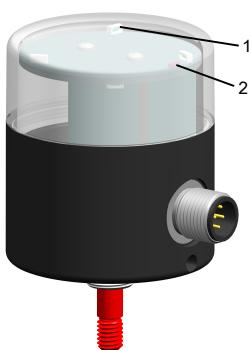

Abb. 7: Weitsicht-LED (1) / Magnetsensor zur Initialisierung vor Ort (2)
- **Vor Ort mit Programmiermagnet:** Programmiermagnet für mindestens 2 s an den Magnetsensor halten (\Rightarrow Abb. 7) (Position 2). Wenn die Farbanzeige weiß blinkt, den Magnet wieder entfernen.